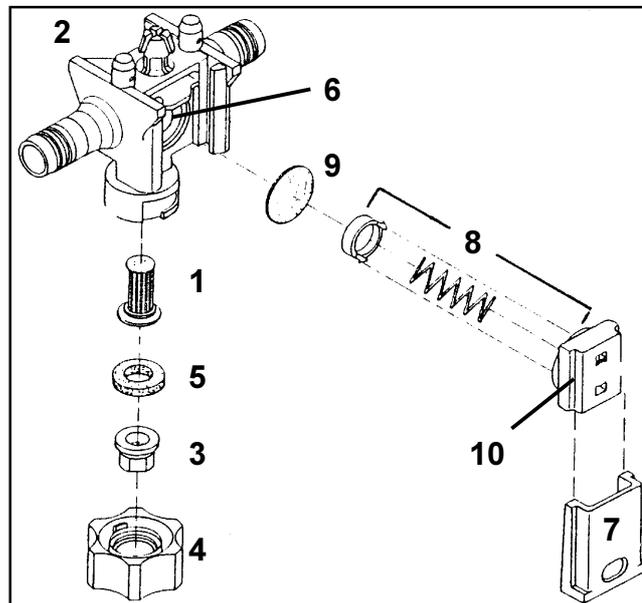

Fig. 9.14
- Introduisez par le bas le filtre de la buse (fig. 9.14/1) à l'intérieur du porte-buse (fig. 9.14/2).
- Placez la buse (fig. 9.14/3) dans l'écrou porte-buse (fig. 9.14/4).
- Placez le joint caoutchouc (fig.9.14/5) au-dessus de la buse.
- Retirez la glissière (fig. 9.14/7) du porte-buse (fig. 9.14/2) en la faisant coulisser en direction de l'écrou porte-buse.
- Retirez le poussoir à ressort (fig. 9.14/8) et la membrane (fig. 9.14/9).
- Nettoyez le siège (fig. 9.14/6) de la membrane.